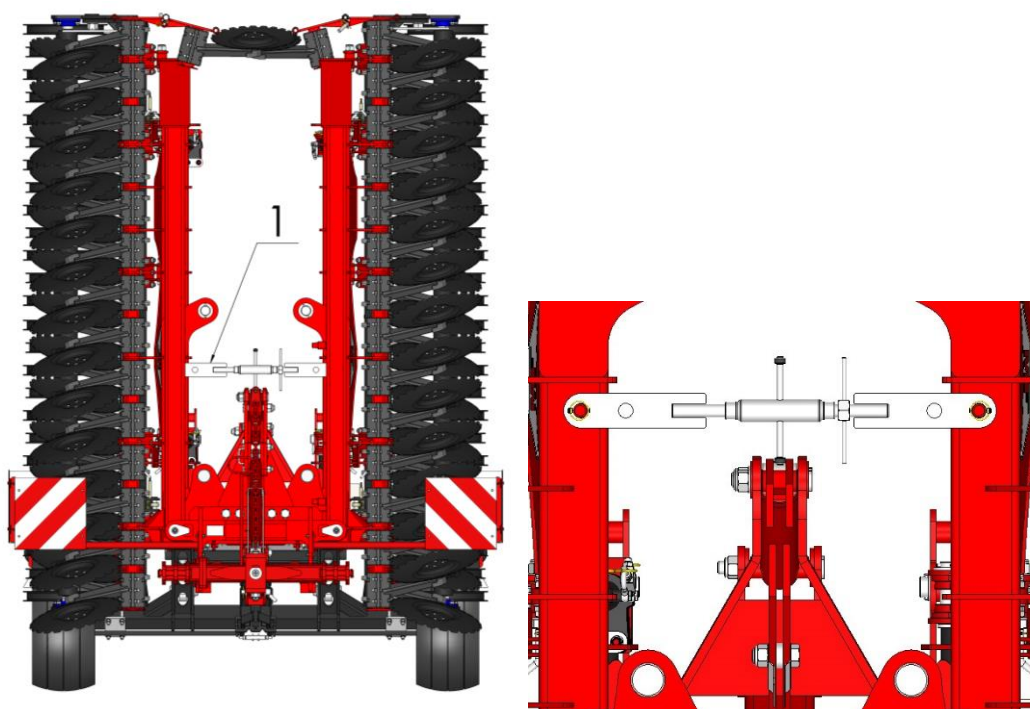

Fig. 4 Position de transport avec la tige de serrage
- pliez le combiné en position de transport et fixez-le avec la tige de sécurité – fig.4 ;